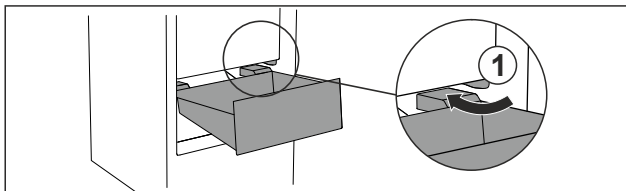

Fig. 115
- ▶ Umetnite ladicu koso oko zaustavljača Fig. 115 (1).